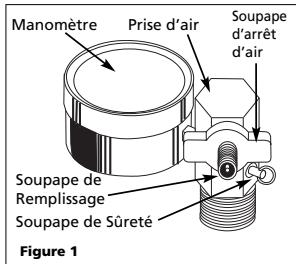

Figure 1
- Placer le raccord de la source d'air sur la soupape de remplissage située près du collecteur en laiton (Voir Figure 1). Remplir le réservoir au maximum de 862 kPa (125 psi) tel qu'indiqué sur le manomètre. La soupape de sûreté est réglée d'avance à 931 kPa (135 psi) pour empêcher la surpressurisation.